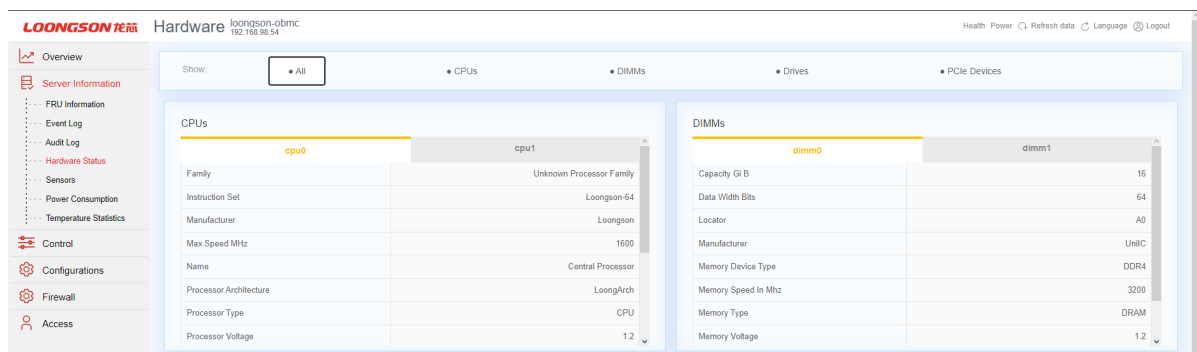

Рис. 68. Окно «Hardware Status»
- 5) Пройдите во вкладку «Server Information» → «Hardware Status» в данной вкладке отображается информация о комплектующих сервера и их характеристиках. Окно показано на рис. 68 Окно «Hardware Status»